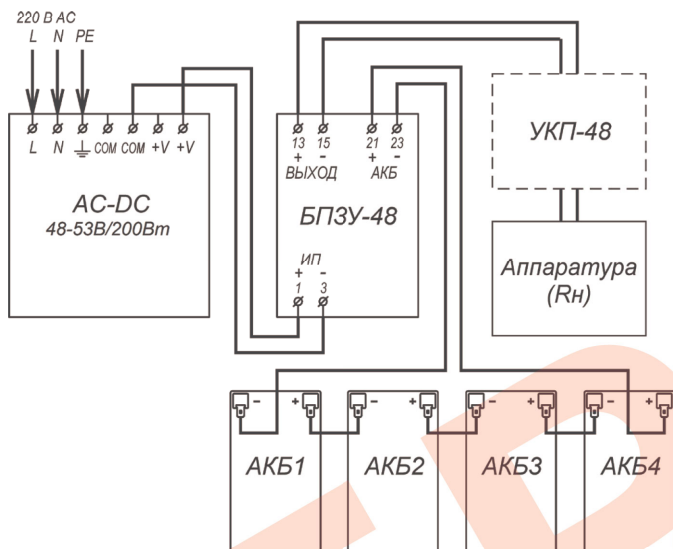
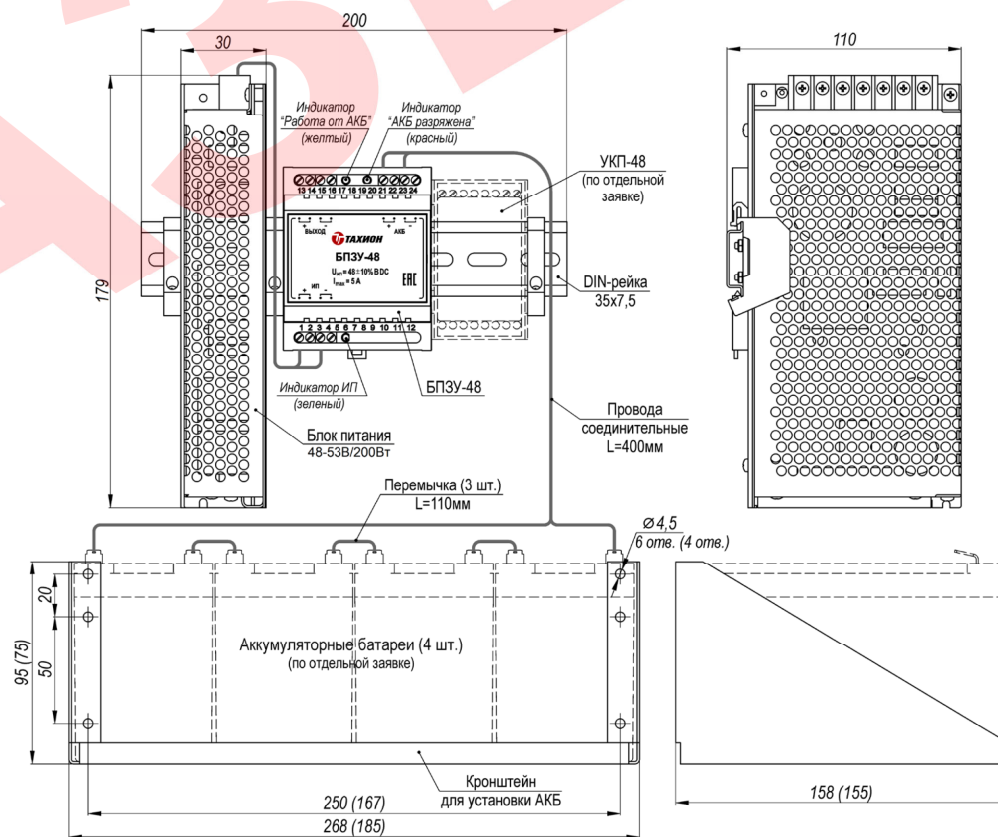

Рис.2 Схема электрическая принципиальная
Рис.1 Устройство, габаритные и установочные размеры
Подключение цепей изделий производится в соответствии со схемой электрической принципиальной (рис.2). Для подключения необходимо:
2. Установить аккумуляторные батареи на кронштейн (см. рис.1) и подключить их проводами соединительными к контактам 21 (+) и 23 (-) БПЗУ-48, соблюдая полярность. Соединить аккумуляторы перемычками.
4. Подать трехпроводным кабелем напряжение питания 220В AC на соответствующие контакты блока питания, при этом фазный провод (L) соединить с контактом L, нулевой провод (N) с контактом N, а провод заземления соединить с контактом PE.
12. Габаритные размеры ..... см. рис.1
Устройство изделия приведено на рис.1, схема подключения на рис.2.